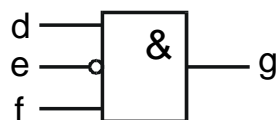

Abbildung 10.1: Komplexgatter mit dem Namen „k\_gatter“
- c) Vervollständigen Sie den nachfolgenden VHDL-Code derart, dass das in Abbildung 10.1 angegebene Komplexgatter damit beschrieben wird!